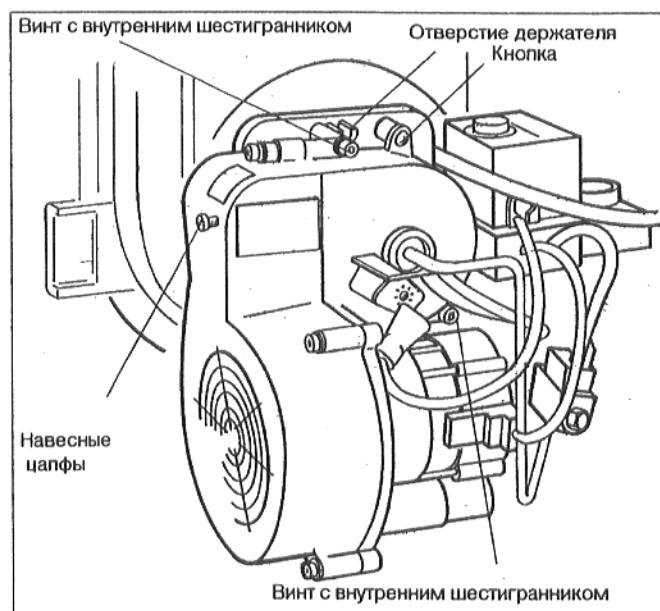

Рис.10
- Ослабить 2 винта с помощью вставного ключа на 5 мм. Придерживая горелку, нажать на кнопку (рис. 10).
Рис.10а: Горелка в положении технического обслуживания